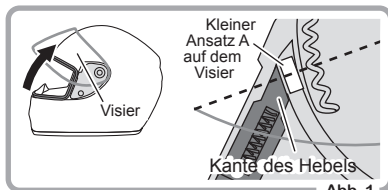

Abb. 1
- ① Öffnen sie das Visier so weit wie möglich und richten Sie den kleinen Ansatz (A) und den Rand des Hebels wie in Abb. 1 gezeigt aus.